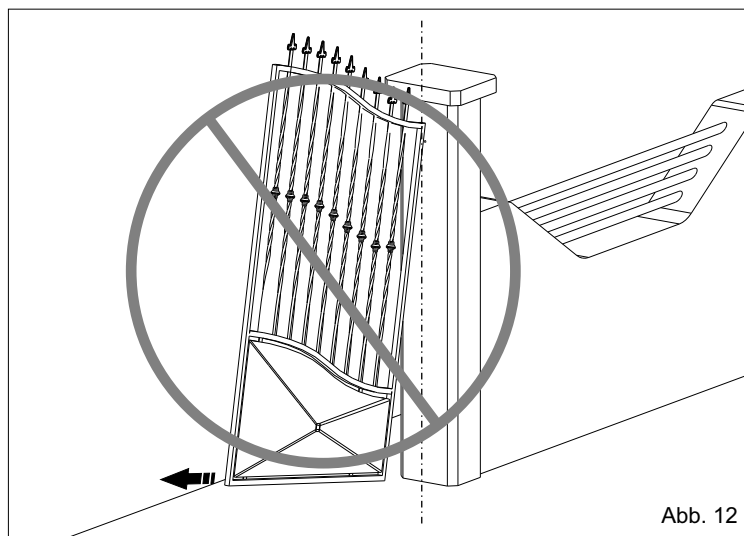
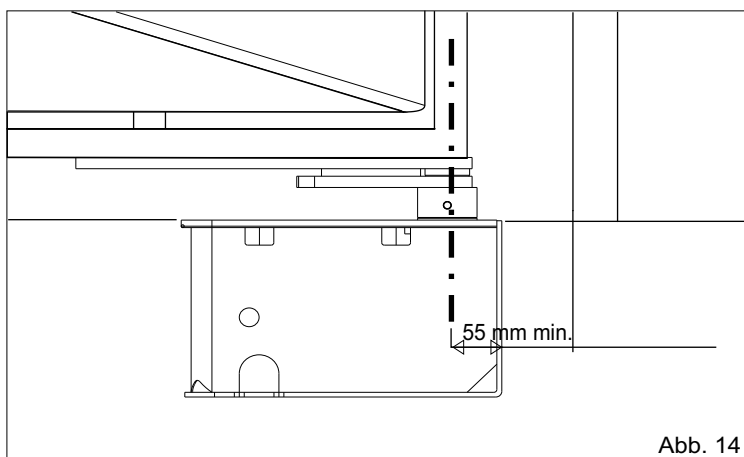

Abb. 12
Abb. 14
**3.3.** Darauf achten, dass die Flügel nicht außerhalb der Achsen (Abb. 12 und 13) positioniert werden, und so vorgehen dass die Welle mit der Rotationsachse des Scharniers übereinstimmt und berücksichtigen, dass der Mindestabstand von der Säule 55 mm ist (Abb. 14).